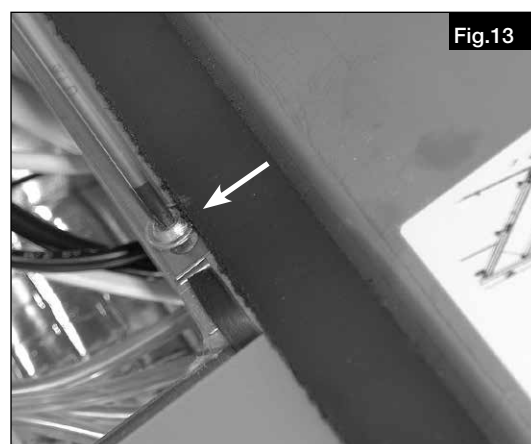

Fig.13
2. Desserrer la vis de fixation du bac de condensation (Fig.13)